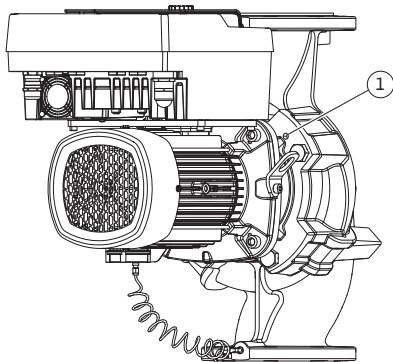

Fig. 103: Отжатие съемного блока через резьбовые отверстия
- Для типа насосов (Fig. III, IV) открутить винты поз. 29. Использовать два расположенных рядом резьбовых отверстия (Fig. 103, поз. 1) и подходящие винты, предоставляемые заказчиком (например, M10x25 мм). Отжать съемный блок от корпуса насоса.